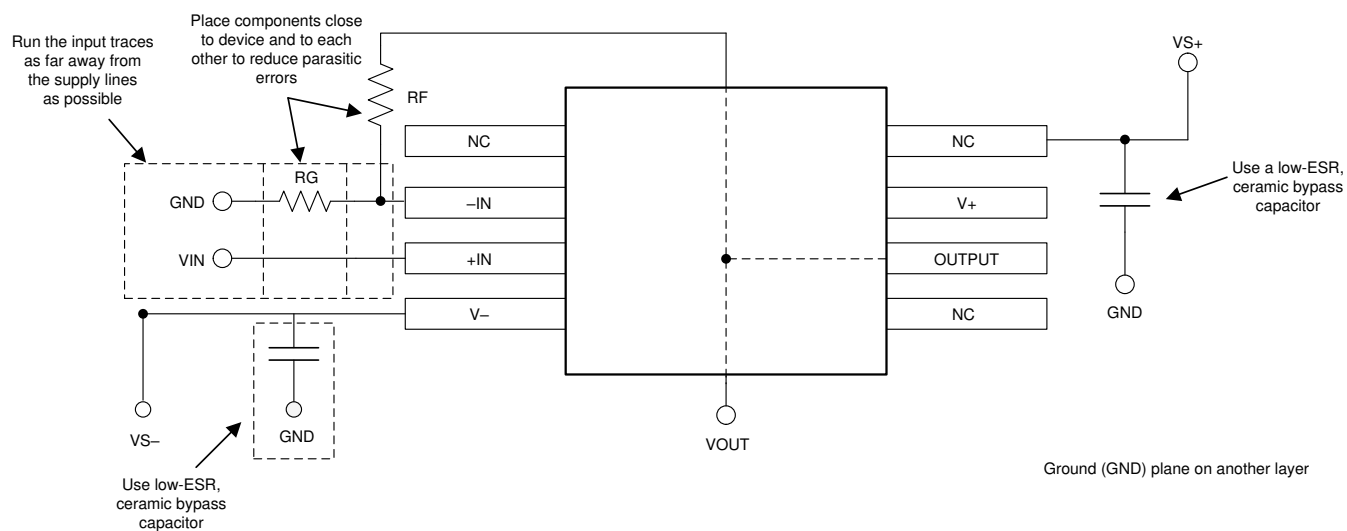

図 7-8. 非反転構成のオペアンプ基板のレイアウト
- 外付け部品は、可能な限りデバイスに近く配置します。図 7-8 に示すように、RF と RG を反転入力に近づけて配置すると、寄生容量が最小化されます。